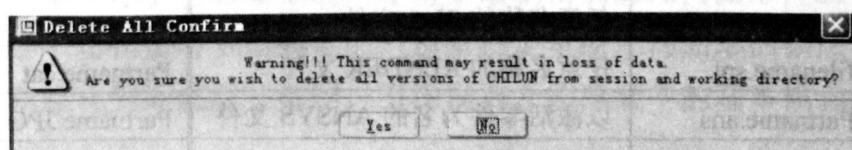

图 1-26 全部删除确认
b. 如果选择【All Versions（所有版本）】项，系统将弹出图 1-26 所示窗口。提示用户将在工作进程和磁盘上将有关该模型的所有文件删除。